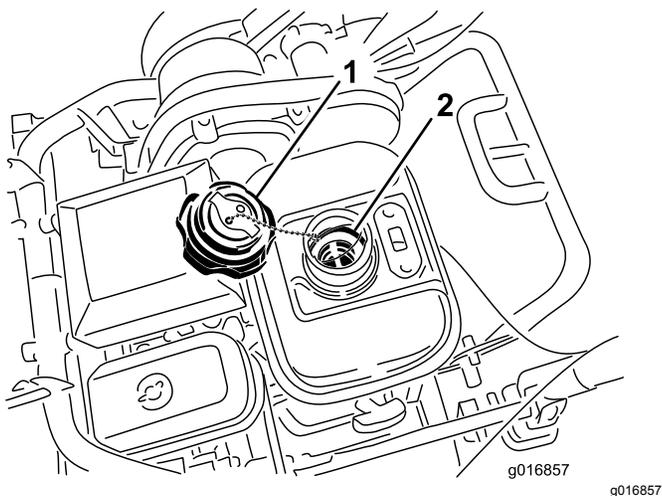

Figura 40
1. Svitare e togliere il tappo dal serbatoio carburante (Figura 40).